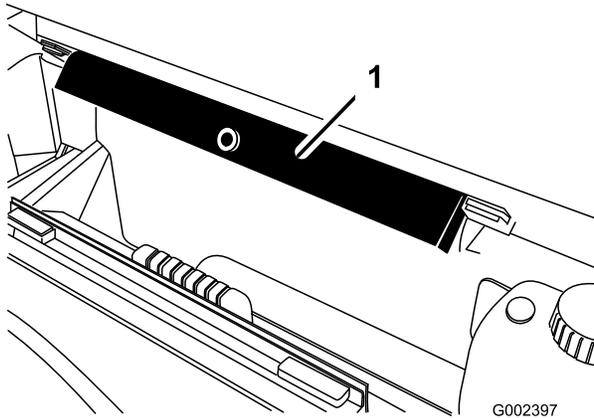

Figure 40
2. Sortez la béquille de sécurité des supports de rangement au dos du panneau du système ROPS (Figure 40).